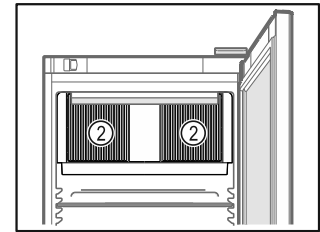

Fig. 79
- Păstrați libere fanțele de ventilație Fig. 79 (2) ale suflantei de recirculare a aerului din interior.